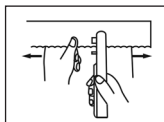

Abb. 4
- 5) Schieben Sie den Schalter mit dem Daumen nach vorne, um das Gerät einzuschalten. Ziehen Sie den Stoff mit der linken Hand durch das Gerät und steuern Sie so Richtung und Geschwindigkeit beim Nähen. Achten Sie darauf, dass Sie das Nähgut nicht zu schnell durch das Gerät ziehen. Falls Sie größere Stiche erzeugen möchten, ziehen Sie den Stoff beim Nähen leicht nach links. Einen Geradstich erhalten Sie, indem Sie der Mittellinie an der Befestigungsplatte folgen (siehe Abb. 4).